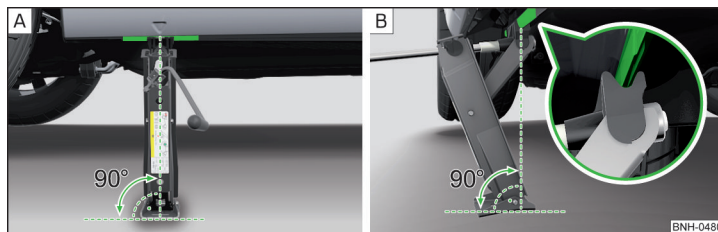

Abb. 254 **Wagenheber ansetzen**
- › Die Grundplatte des Wagenhebers mit der gesamten Fläche auf einem geraden Untergrund stellen, sodass sich der Heber in senkrechter Position zum Aufnahmesteg befindet » Abb. 254 - [\[A\]](#).
- › Den Wagenheber mit der Kurbel so weit hoch drehen, bis die Klaue des Hebers den Steg umfasst » Abb. 254 - [\[B\]](#).